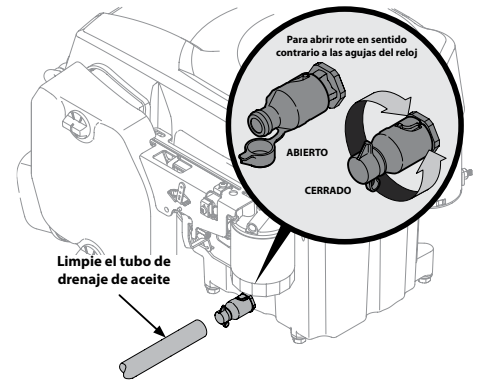

Figura 4-1
4. Abra el tapón protector del extremo de la válvula de drenaje para visualizar el orificio de drenaje. Vea la Figura 4-1.